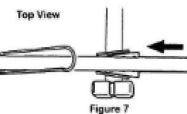

Figure 7
- a. Przesuń płytki na ramionach poprzecznych do gniazdek na wsporniku głównym (Rys. 7).